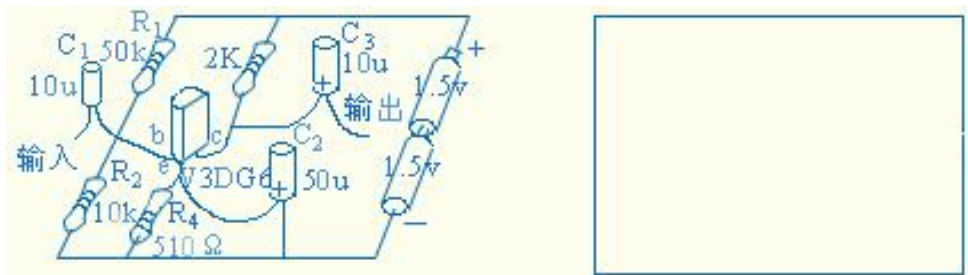

图 3-16 改画电路图
1. 认真观察图 3-16 的实物连接图，这是一个晶体管放大器。首先要弄清楚这个电路由哪些元件构成。再看看它们是怎样连接的。